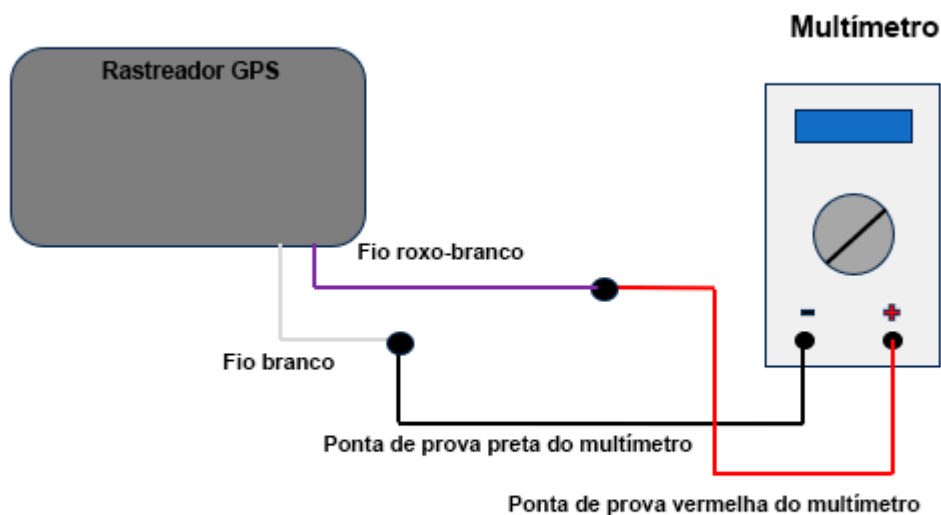

Fig.10 Connection Diagram
2. Monte o circuito de conexão de acordo com o "Diagrama de Conexão da Fig. 10".